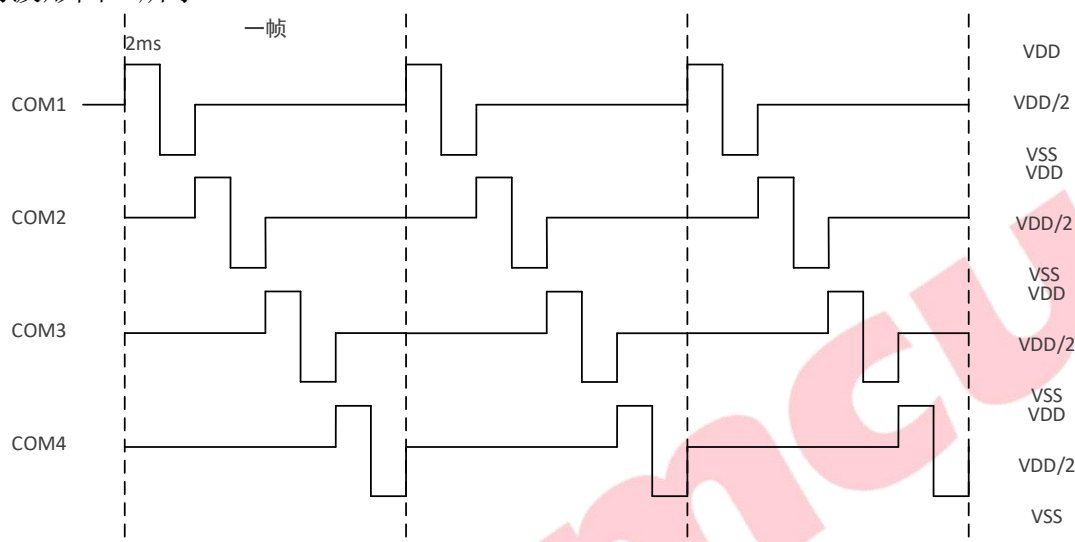

图 4 COM 端模拟驱动波形
驱动帧频率（四个 COM 端扫描一次的时间）：通常在 25Hz~250Hz，一般设置为 60Hz。其 COM 端模拟驱动波形图 4 所示。
2、显示一位：控制 A-G 段的亮灭。如图 4 所示，仅当 COM 为 2/VDD 时为非选状态。
①COM 端 IO 端口模式配置为保留模式, SEG 端配置为推挽输出。
②使能 LCD 模块, 使能 COM 端口。
3、COM 端模拟波形如图 4 所示, 当 COM 输出高电平时, 对应 SEG 为低电平点亮, 当 COM 端为低电平时, 对应 SEG 为高电平点亮。选择 COM 端时, 根据要显示的数据设置各个 SEG 的输出。